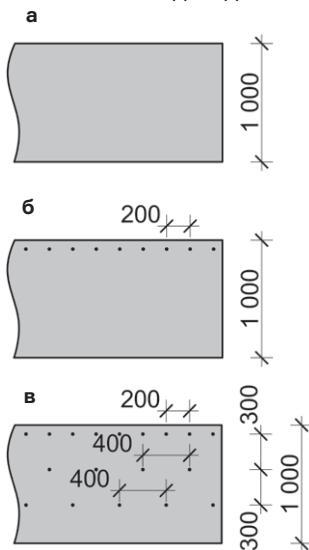

Рис. 11. Схема расположения крепежа для подкладочных ковров Döcke.
4.1.4 Самоклеящиеся подкладочные ковры Döcke допустимо монтировать без дополнительной механической фиксации при температуре окружающего воздуха не ниже +15 °C (рис. 11а). Самоклеящийся подкладочный ковёр необходимо крепить гвоздями (тип 1, таблица №1) по схеме приведённой на рис. 11в в тех случаях, когда планируются перерывы в работе, а так же в случае осуществления монтажа при температуре ниже +15 °C.